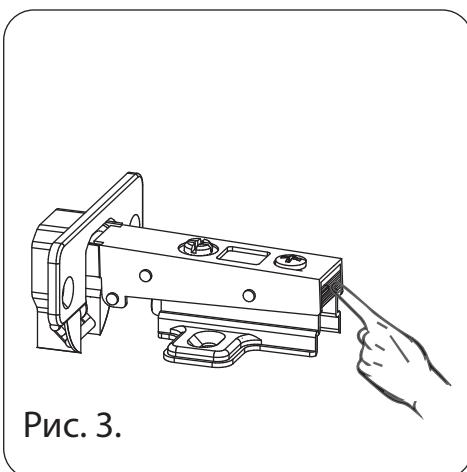

Рис. 3.
1. Пальцем нажмите на рычаг с торца петли (см. рис. 3).
Выдвиньте ящик на себя. Вращением регулировочного колеса отрегулируйте фасад ящика в вертикальном направлении (см. рис. 3).